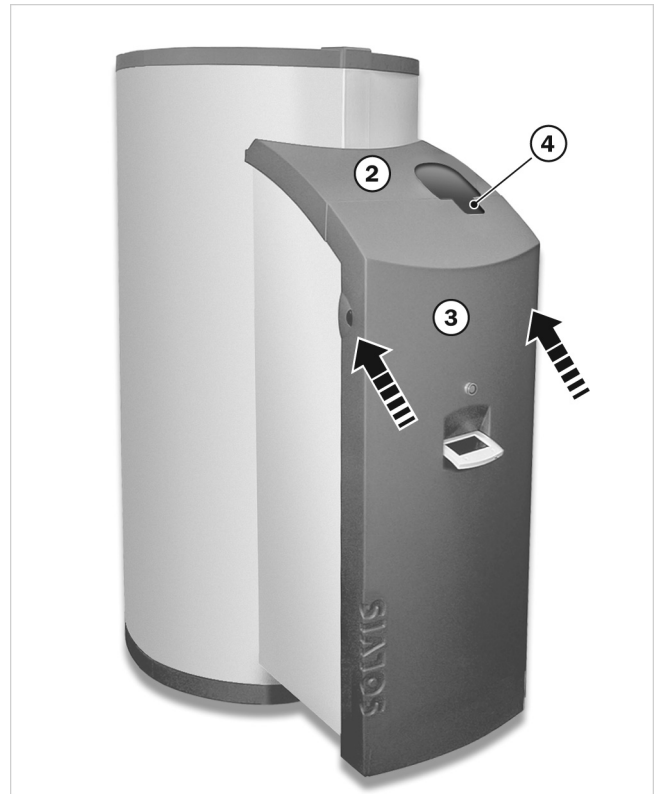

Abb. 93: Frontverkleidung vollständig montieren
1. Die obere Frontverkleidung, → Abb. 93 (2), auf die beiden Seitenverkleidungen aufsetzen.
2. Die vordere Frontverkleidung (3) an der Konsole unten rechts und links aufsetzen.